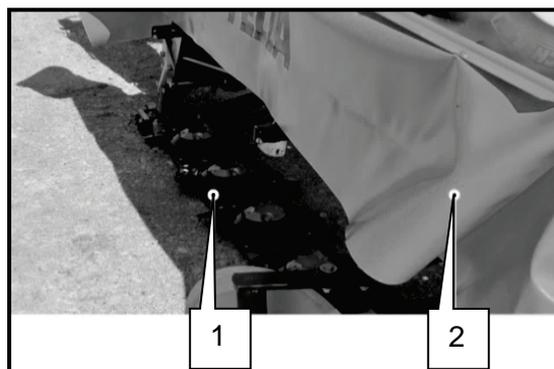

Fig. 130 Lona protectora doblada hacia arriba
- ➔ Doble la lona protectora hacia arriba (Fig. 130).